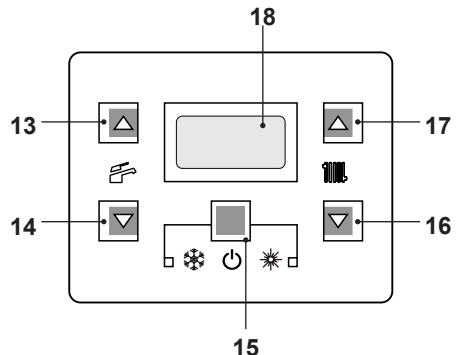

Figura 6.7
- Mantenga pulsado durante 2 segundos el botón 15 hasta que aparezcan en el display los símbolos  y , Figura 6.7.
- Apague la caldera manteniendo pulsado durante 2 segundos el botón 15 (Figura 6.7) hasta que aparezca en el display LCD el símbolo   (Figura 6.6).